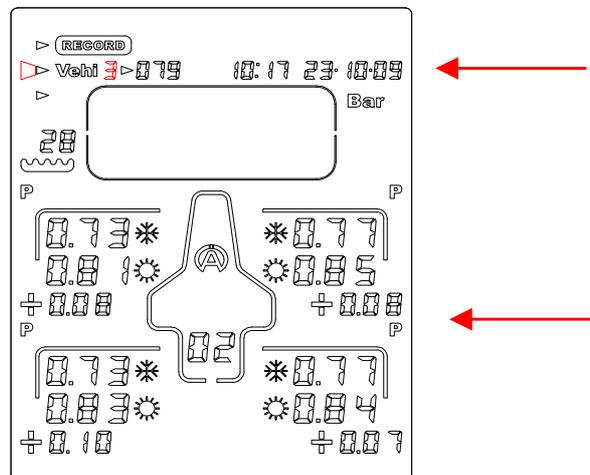

Abbildung 2
2) Wählen Sie mit Taste  oder  das Symbol "**Vehi**" (Abbildung 2) aus.
3) Wählen Sie mit Taste  oder  das gewünschte Fahrzeug aus (insgesamt 5) (Abbildung 2).
Im Beispiel (Abbildung 2) ist das Tyrecontrol zur Speicherung einer Serie von Messungen im Set "03" vor der Fahrt  (freies "Set" des Fahrzeugs 3) bereit. Die Messung beginnt mit dem hinteren rechten Reifen.